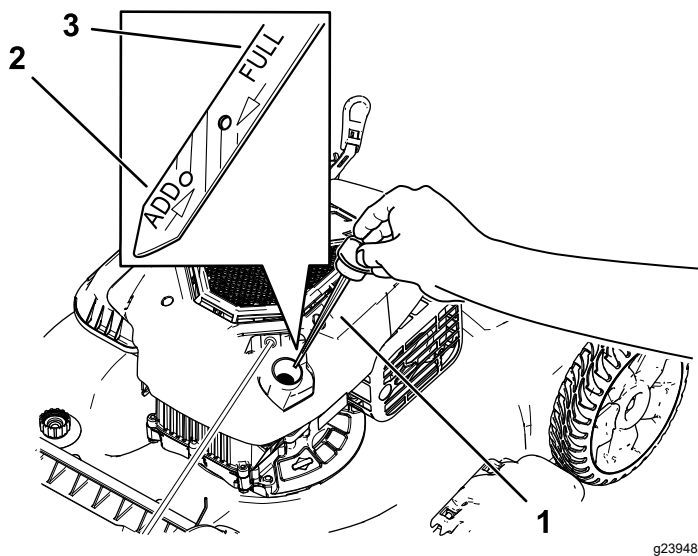

Bild 19
3. Entfernen Sie den Peilstab, indem Sie den Deckel nach links drehen und herausziehen (Bild 19).
10. Lesen Sie den Ölstand am Peilstab ab (Bild 19).